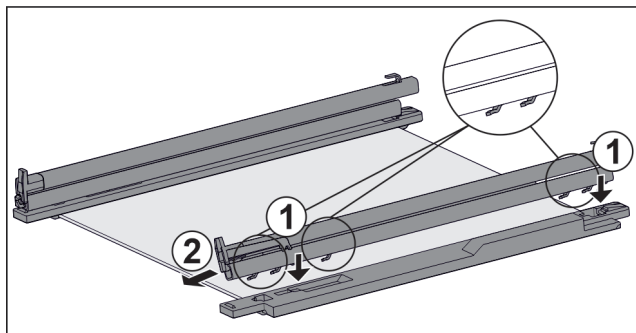

Fig. 57 Стекла́нная пластина с направляющими и крепежными элементами
- ▶ Поместите крючки направляющей в отверстия **левого** крепежного элемента. Fig. 57 (1)
- ▶ Потяните направляющую вперед. Fig. 57 (2)
- ▶ Поместите крючки направляющей в отверстия **правого** крепежного элемента. Fig. 57 (1)